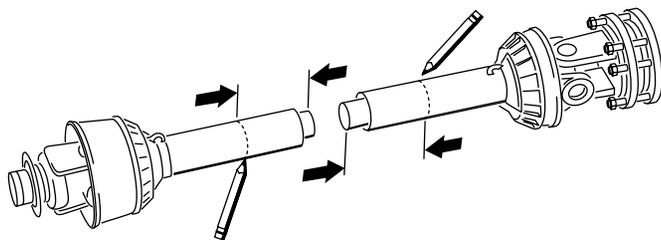
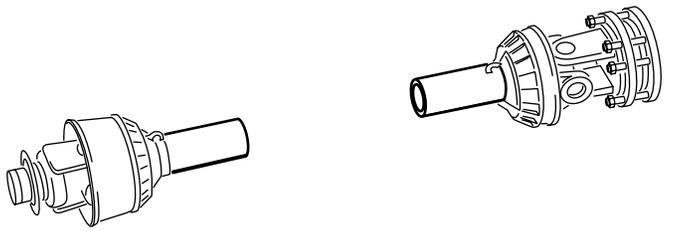

图 18
图 19
13. 使用在步骤 8 中确定的尺寸从每个 PTO 半轴找到、标记并截短护罩和轴管图 18 和图 19。